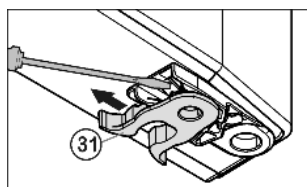

Fig. 10
- ▶ Pružinovou svorku Fig. 10 (31) přesadit: Stisknout zářezku pro uchycení, přesto stáhněte pružinovou svorku.